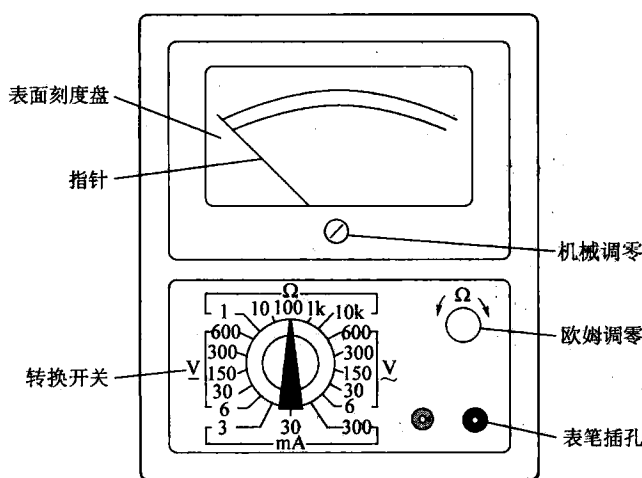

图 2—11 万用表的表盘
1) 测量电阻。先将两表笔搭在一起短接, 使指针向右偏转, 随即调整“ Ω ”调零旋钮, 使指针恰好指到右零位。然后将两表笔分别接触被测电阻(或电路)两端, 读出指针在欧姆刻度线(第一条线)上的读数, 再乘以该挡标示的数字, 就是所测电阻的阻值, 即被测电阻实际值等于倍率乘以指针读数。例如用 $R \times 100$ 挡测量电阻, 指针指在 80, 则所测得的电阻值为 $80 \times 100 = 8 \text{ k}\Omega$ 。由于“ Ω ”刻度线左部读数较密, 容易读数不准, 所以测量时应选择适当的欧姆挡。使指针在刻度线的中部或右部, 这样读数比较清楚准确。每次换挡, 都应重新将两表笔短接, 重新调整指针到零位, 才能测准。如图 2—12 所示。